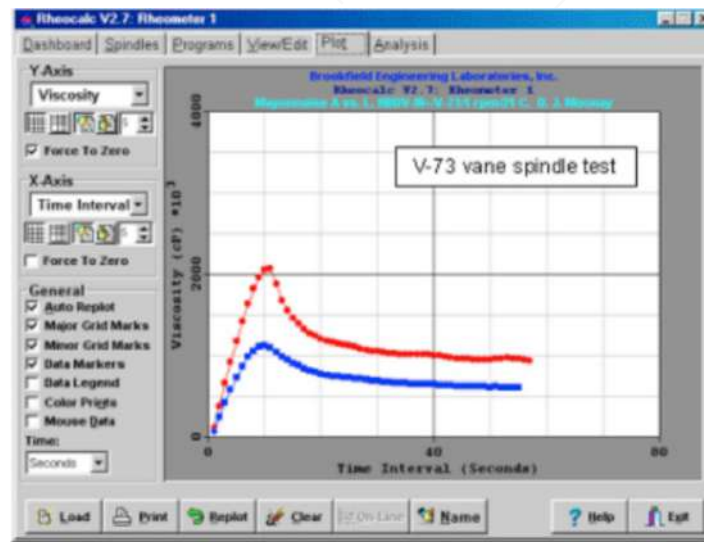

Figura 2
- A maionese tradicional "A" apresenta valores de pico de viscosidade e tensão de escoamento muito maiores do que a maionese com baixo teor de gordura "L" (Figura 2).